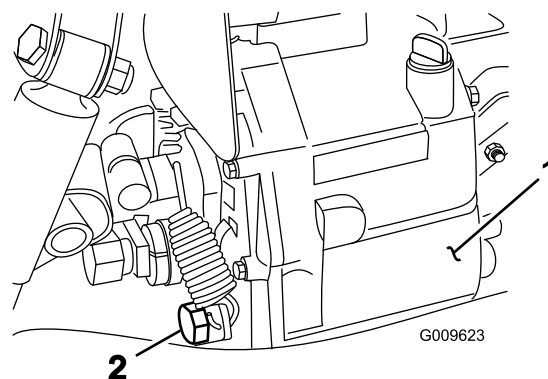

Figure 72
- Enlevez le bouchon de vidange sur le côté du réservoir et faites couler le liquide hydraulique dans un bac de vidange (Figure 72).